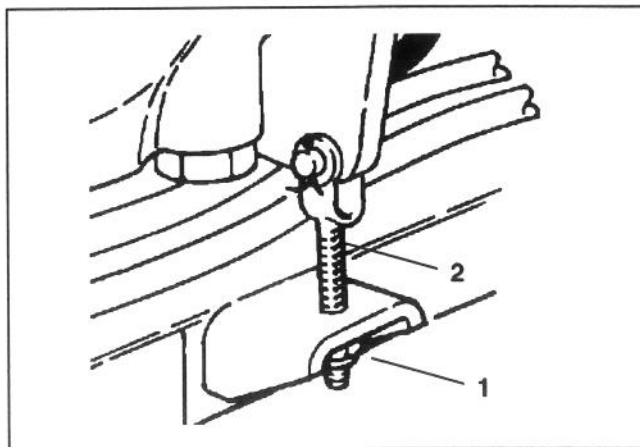

Fig. 38
## Hydraulikpumperem (Fig. 38)
1. Stram møtrikken på justeringsstangen (Fig. 38), indtil den ønskede remspænding er opnået.